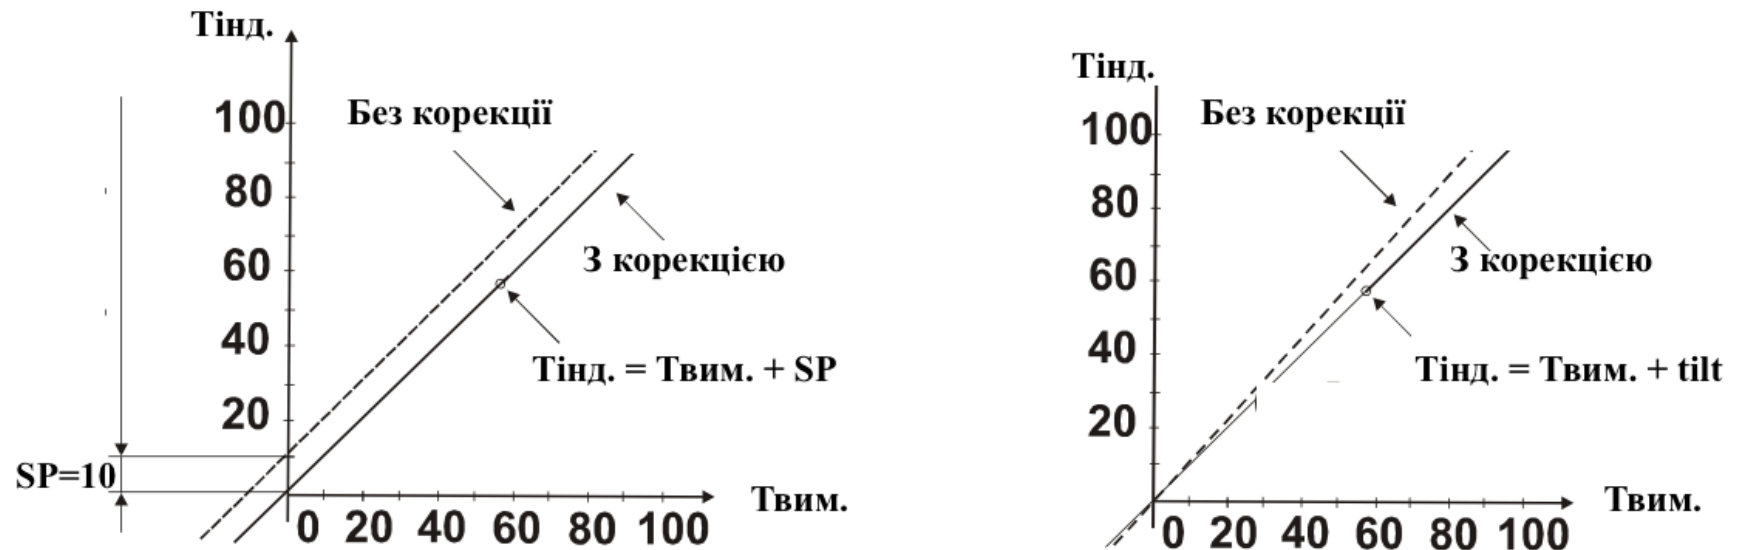

Рисунок 3.1 – Вплив параметрів «Зміщення характеристики» і «Нахил характеристики» на характеристику перетворення
3.3.3.5 Рисунок 3.1 ілюструє вплив параметрів «Зміщення характеристики» і «Нахил характеристики» на характеристику перетворення вимірюного значення.